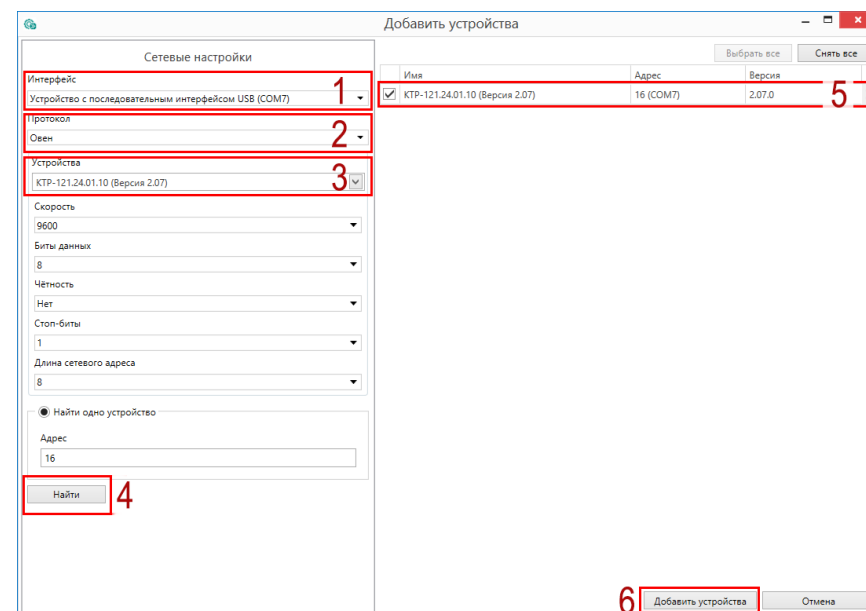

Рисунок 5.1 – Настройки связи с устройством
6. Выбрать интерфейс «Устройство с последовательным интерфейсом USB» (см. рисунок 5.1, 1). Номер COM порта, присвоенный прибору можно узнать в Диспетчере устройств Windows.
7. Выбрать протокол **ОВЕН** (см. рисунок 5.1, 2).
8. Выбрать устройство (Пункт 3 на рисунок 5.1). Модификация KTP-121 указана на боковой стороне прибора.
9. Выбрать «Найти одно устройство», если добавляется один прибор. Запустить поиск нажатием на кнопку «Найти» (см. рисунок 5.1, 4).
10. Выделить найденное устройство (см. рисунок 5.1, 5).
11. Добавить устройство в проект Конфигуратора по нажатию кнопки «Добавить устройства» (см. рисунок 5.1, 6).
1. Нажать на кнопку **Обновить устройство** в контекстном меню выбранного устройства или в главном меню. Откроется диалоговое окно для смены встроенного ПО устройства. Допускается обновление одного или нескольких устройств. Устройства следует выделить в области устройств (см. рисунок 5.1, 5) и выбрать **Обновить устройство** в контекстном меню или главном меню.